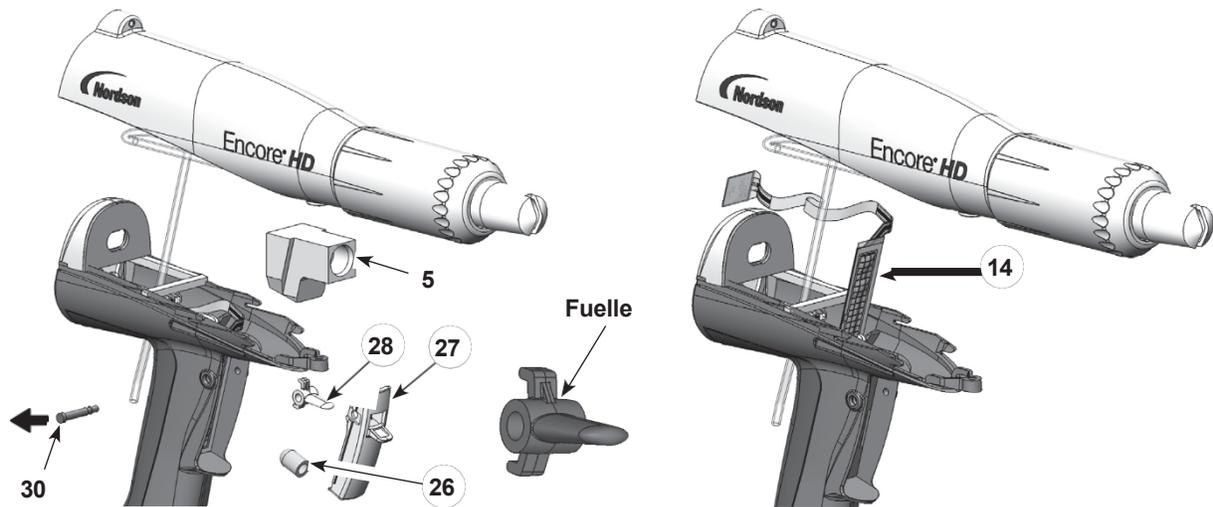

Figura 17 Sustitución del interruptor de disparo
1. Consulte la figura 17. Oriente el nuevo interruptor (14) con la rejilla hacia la parte delantera de la pistola y, a continuación, introduzca con cuidado el extremo cuadrado inferior del interruptor por la ranura de la empuñadura.
4. Instale el gatillo de purga (28) en el gatillo de pulverización (27) con el fuelle orientado hacia arriba, tal como se muestra. **No instale el gatillo de purga al revés.**
5. Coloque los gatillos en la empuñadura y manténgalos en su sitio mientras presiona el eje (30) a través de la empuñadura y los gatillos hasta que la cabeza del eje quede a ras de la empuñadura. El eje encajará en su sitio cuando esté correctamente instalado.